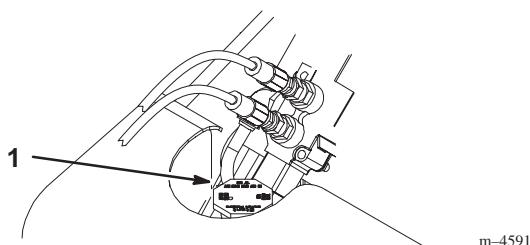

Bild 8
3. Schrauben Sie den Kühlfülldeckel ab und überprüfen Sie den Kühlmittelstand (Bild 8). Das Kühlmittel muss bis zum Einfüllstutzen stehen.